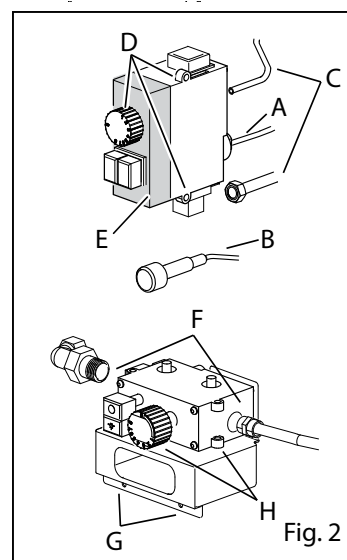
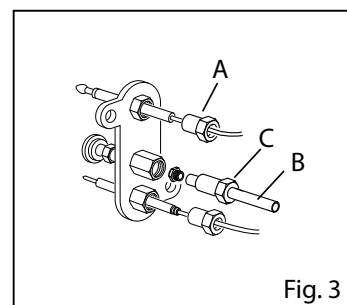

Fig. 2
Fig. 3
- Aprire il rubinetto di intercettazione a monte dell'apparecchiatura (Fig. 2);
- Rimontare la vite con rondella di tenuta gas nell'apposito alloggiamento, aprire il rubinetto di intercettazione a monte dell'apparecchiatura (Fig. 2) e verificare accendendo il bruciatore che non vi siano perdite di gas.
- Smontare se del caso la candeletta onde evitare di danneggiarla durante la sostituzione dell'iniettore (Fig. 2).
- Svitare l'iniettore dalla propria sede (Fig. 3).
- Rimuovere la termocoppia dalla valvola (Fig. 2/A) e dal gruppo pilota (Fig. 3/A)
- Staccare il cavo d'alta tensione della candeletta (Fig. 3/B)
- Svitare il dado (Fig. 3/C)
- Collegare il cavo d'alta tensione (Fig. 3/B)
- Staccare il cavo dall'accenditore piezoelettrico (Fig. 2/B)
- Svitare la termocoppia e i collegamenti entrata / uscita gas (Fig. 2/A+C)
- Rimuovere la manopola e le viti di fissaggio della valvola (Fig. 2/D)
- Asportare la copertura di plastica (Fig. 2/E)
- Svitare la termocoppia e i collegamenti entrata / uscita gas (Fig. 2/F)
- Svitare il supporto e la valvola (Fig. 2/G)
- Rimuovere la manopola e il supporto valvola (Fig. 2/H)